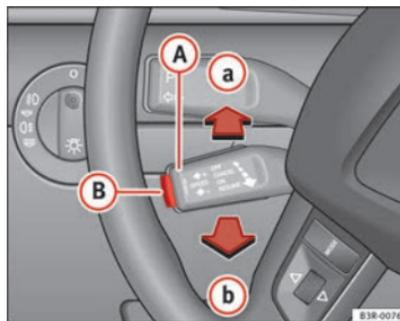

Fig. 141 Comandos do regulador de velocidade
- desloque a alavanca **(A)** ⇒ Fig. 141 até à posição **(a)** (sem encaixar).